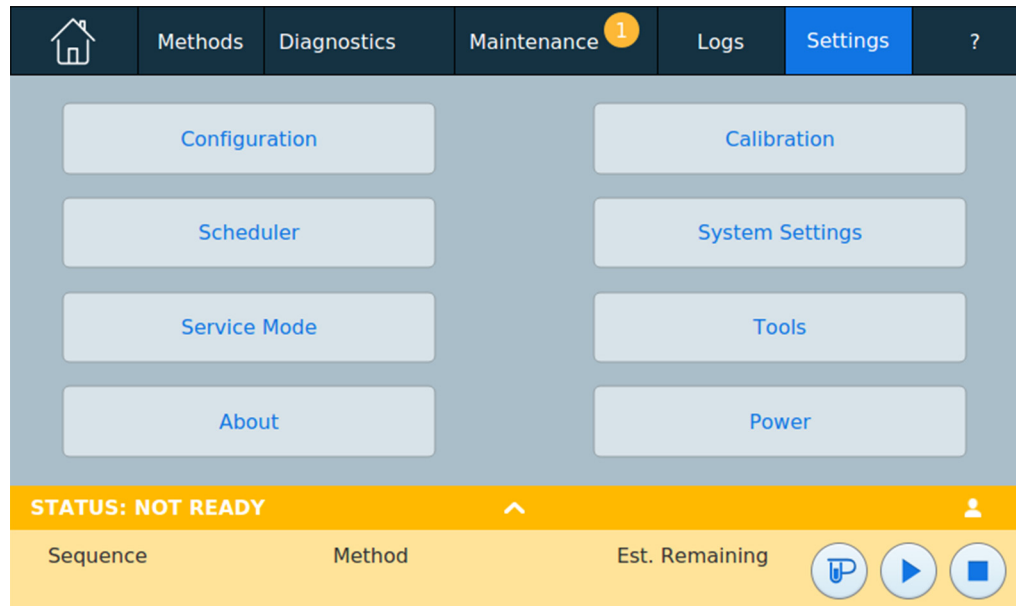

Abb. 52 Ansicht „Settings“
- 1 Drücken Sie **Settings** auf dem Touchscreen. Die Ansicht „Settings“ wird eingeblendet. Siehe Abb. 52.
- 2 Drücken Sie **Configuration**. Die Seite „Configuration“ wird eingeblendet. Siehe Abb. 52.
- 1 Drücken Sie **Settings** auf dem Touchscreen. Die Ansicht „Settings“ wird eingeblendet. Siehe Abbildung 52 auf Seite 137.
- 3 Wählen Sie den Gerätetyp **Valves** aus der Liste auf der linken Seite des Bildschirms. Die Eigenschaften für den ausgewählten Gerätetyp werden auf der rechten Seite des Bildschirms angezeigt. Siehe Abb. 52.